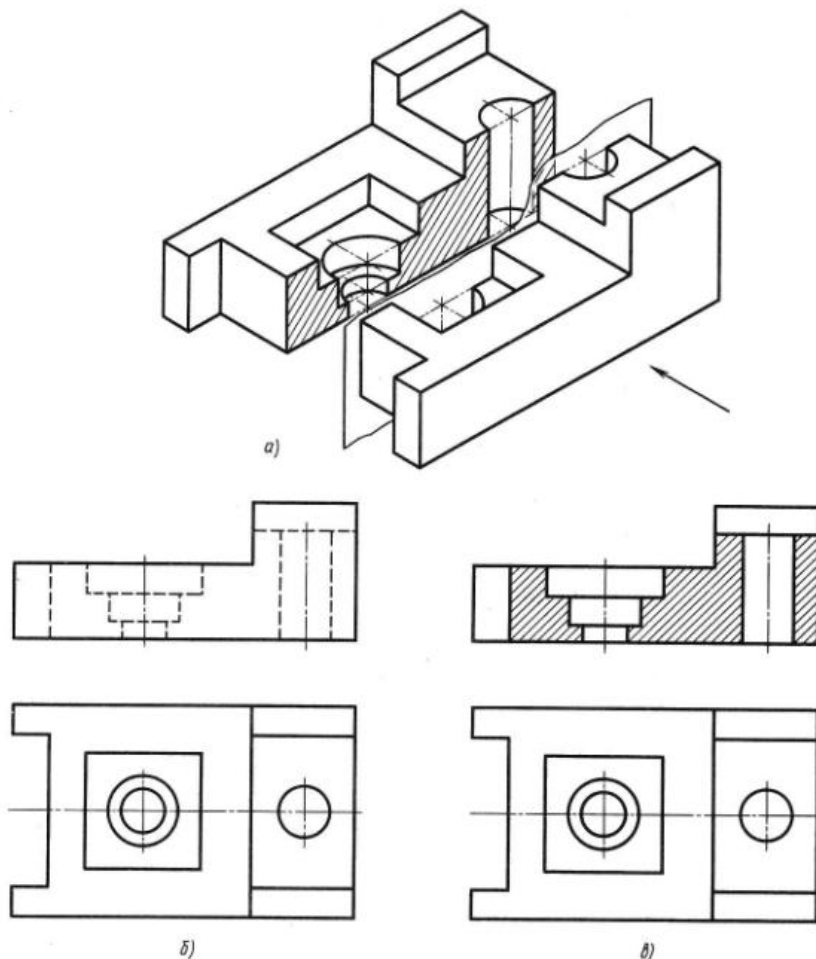

Рис.35
**Разрез** — изображение предмета, мысленно рассеченного одной или несколькими плоскостями, при этом мысленное рассечение предмета относится только к данному разрезу и не влечет за собой изменения других изображений того же предмета. На разрезе показывается то, что получается в секущей плоскости и что расположено за ней. Другими словами, часть предмета, находящуюся между плоскостью, разрезающей его, и человеком, строящим изображение, мысленно удаляют, как показано на рис. 35(а). Направление взгляда здесь указано стрелкой. В результате внутреннее строение детали становится видимым. При этом линии невидимого контура (рис. 35,б) обводят линией видимого контура
Разрез, выполненный одной секущей плоскостью, называется простым (рис.35).
В разрезе изображают то, что расположено в плоскости разреза, и то, что расположено за ней. Стенки модели или детали, которые условно разрежала проведенная плоскость, заштриховывают тонкими сплошными линиями под углом  $45^\circ$  к горизонтальным линиям основной надписи. Если направление штриховки совпадает с направлением какой-либо контурной линии, то штриховку выполняют под углом  $30$  или  $60^\circ$  к линиям основной надписи. Расстояние между линиями штриховки в зависимости от площади штриховки может быть равно от  $1$  до  $10$  мм. Те части предмета, которые расположены за плоскостью разреза, не заштриховывают (рис. 35,в). Если на чертеже детали выполнено несколько разрезов, то все они должны иметь одинаковое направление наклона штриховки и одинаковый интервал между линиями штриховки (рис. 36).
Разрез, выполненный на одной плоскости проекций, не влияет на изображения предмета на других проекциях. Так, например, на рис.35(в) изображен разрез на фронтальной проекции, а на горизонтальной проекции деталь изображена полностью, т. е. то, что условно удалено на одной проекции, сохраняется на других проекциях.
При вертикальном разрезе плоскость разреза перпендикулярна горизонтальной плоскости проекций (рис. 35,в). Такой разрез может быть выполнен на фронтальной и профильной плоскостях проекций.
Разрез, выполненный плоскостью вдоль длины детали, называют продольным (рис. 35,в), а — перпендикулярно к её длине или высоте — поперечным (рис36).
При выполнении разреза выявляется внутреннее устройство предмета, но частично теряется его внешний вид (рис.35, а, в). Такой разрез называют полным. Его рекомендуется применять, если в плоскости разреза форма детали несимметричная (рис. 35, 36).